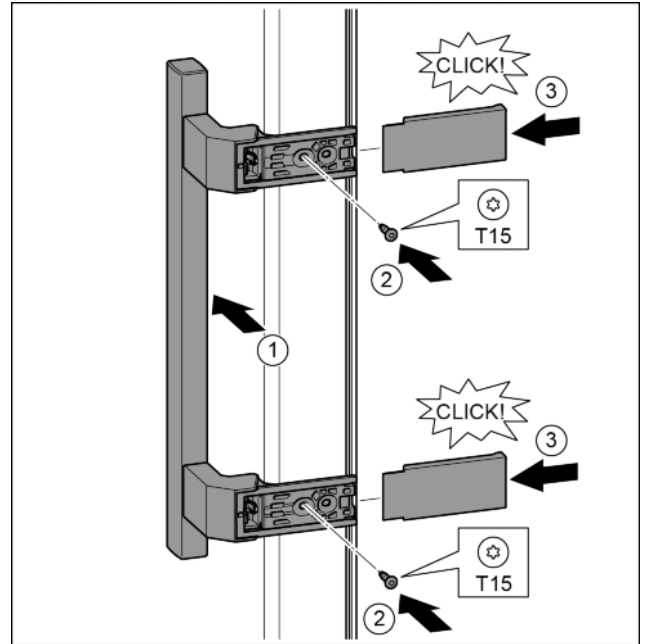

Fig. 20
- Poser la poignée sur le côté opposé. *Fig. 20 (1)*
- Serrer les vis avec un tournevis T15. *Fig. 20 (2)*
- Mettre en place les caches latéralement et les enfiler. *Fig. 20 (3)*